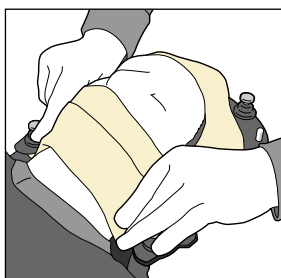

Fig. 15
5. Ripiegare il lembo inferiore della maschera sul mento del paziente per aumentarne la rigidità e la stabilità. (Fig. 15)